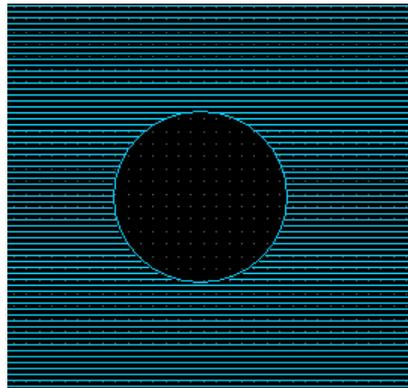

图 9-8 挖空后的铜皮
- (1) 选择 Shape|manual void|Circular 命令。
- (2) 打开右侧控制面板中的 Find 选项卡, 选择 Shape 复选框。
- (3) 单击要编辑的 Shape, 选择的 Shape 高亮显示。
- (4) 在铜皮上选择一点作为圆形挖空区域的中心点, 拖动拉出一个圆形区域。调整大小, 单击在铜皮上出现一个圆形的挖空区域。
- (5) 右击 Allegro 工作区, 选择快捷菜单中的 Done 选项完成操作, 挖空后的铜皮如图 9-8 所示。